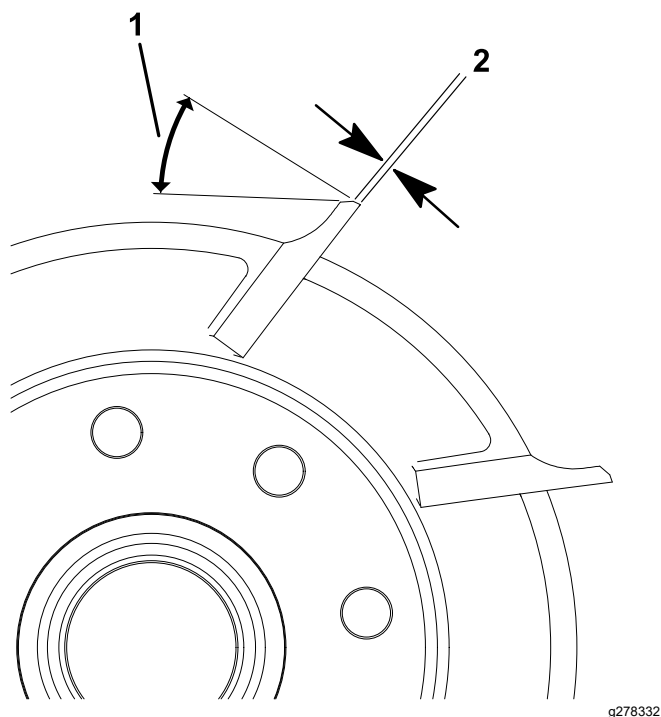

图 23
- 1. 对所有滚刀棱面进行 30° 铲磨直至棱面宽度达到 0.8mm 图 23。